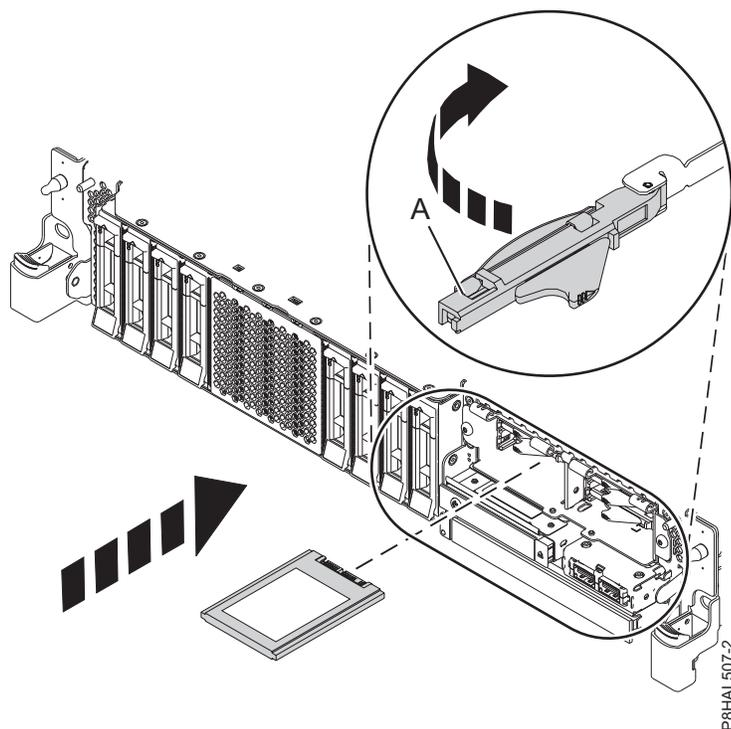

Figura 35. Instalar uma unidade SSD num sistema de função expandida
15. Com a pega do compartimento de unidade de SSD (A) na posição desbloqueada, puxe a alavanca para fora para ter acesso às calhas na ranhura de SSD. Apoie a parte inferior da SSD à medida que a alinha com as calhas na ranhura de SSD. Consulte Figura 35 na página 38.
19. Bloqueie a unidade ao rodar a pega do compartimento (A) na direcção demonstrada em Figura 35 na página 38.